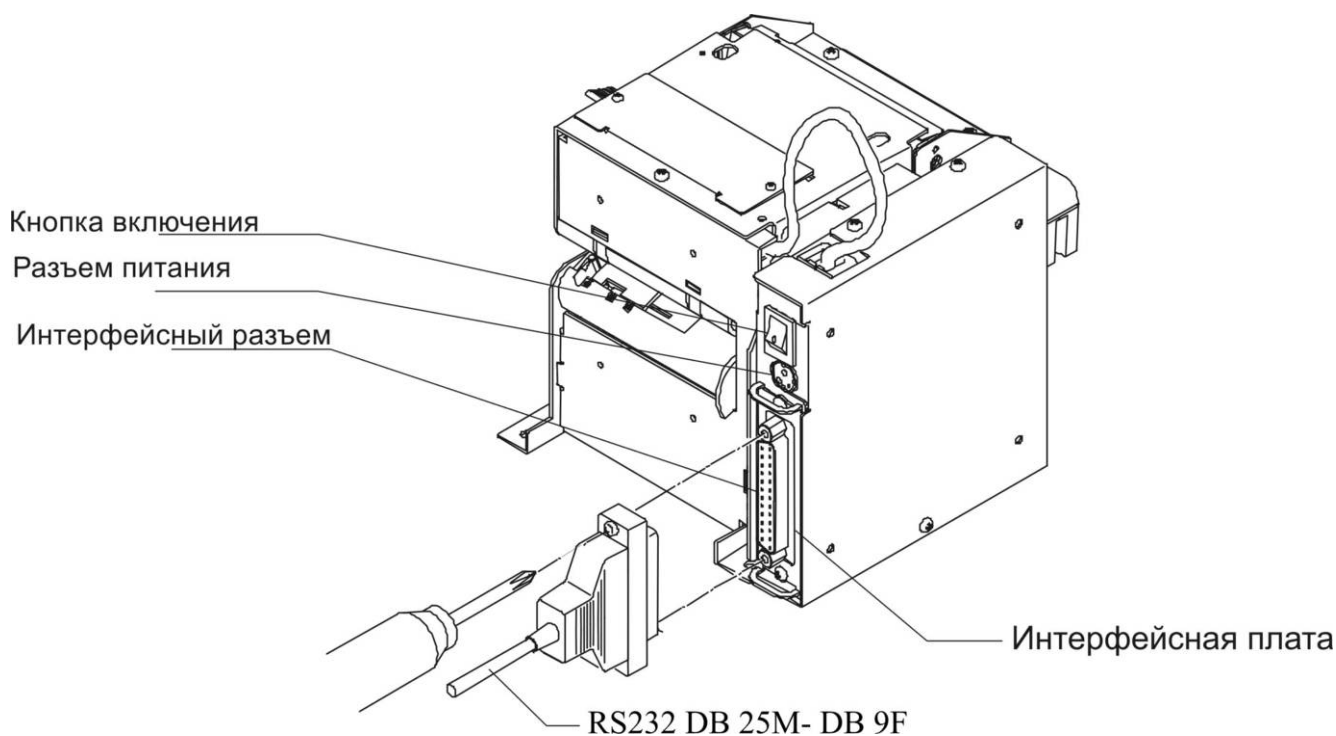

Рисунок 2 – Принтер. Вид сзади.
- 2.2. Установите интерфейсную плату в принтер (см. рис. 2).
- 3.1. Извлеките интерфейсную плату принтера (см. рис. 2).